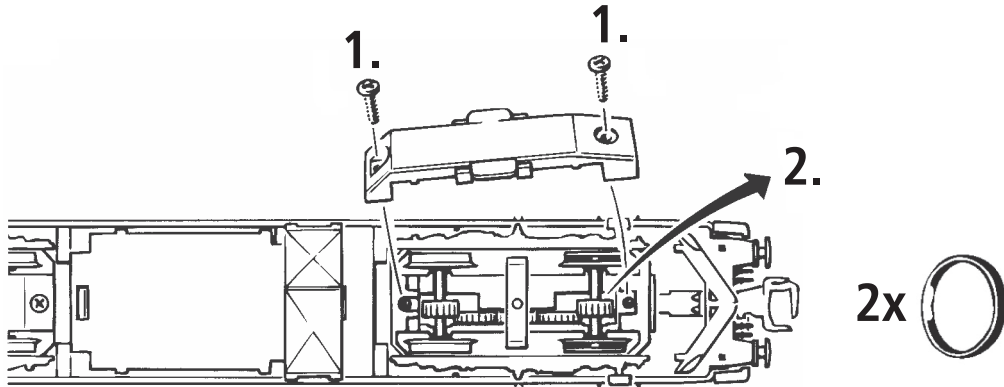

Fig. 7
4. Motorwechsel: Lokgehäuse abnehmen (Fig. 3). Danach wird der Motor ausgebaut (Fig. 7).
4. Motor Changing: First remove loco body (fig. 3), and then the motor (fig. 7).